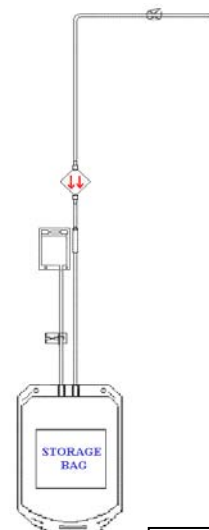

Figur-1
En 700 ml opsamlingspose med 8 slanger til at binde Buffy-Coats (BC) og en yderligere slange som føres til suspensionsmedie (PAS), et in-line Sepacell™ PLX-5 leukocyfilter er forbundet til en 1,3 liters trombocyt opbevaringspose med en 100 mL prøvetagningspose (Figur 1).